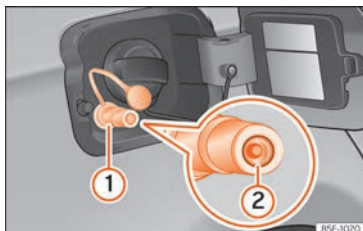

Fig. 265 Tapa del depósito abierta: boca de carga de gas (1), retén de la boca de carga (2).
- Destape la boca de carga de gas » » » fig. 265 (1).